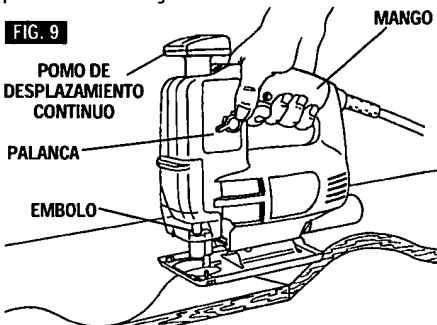

FIG. 9
Las sierras de desplazamiento continuo permiten una rotación de 360° de la hoja de sierra a fin de que los diseños complicados se puedan cortar con un esfuerzo mínimo. Para permitir la rotación del émbolo, gire la palanca, (Fig. 9), a fin de desbloquearlo. El émbolo de la sierra de desplazamiento continuo se puede fijar en (4) posiciones separadas 90°.
Al cortar con desplazamiento continuo manualmente, haga funcionar la sierra agarrando el mango con una mano y girando el pomo de desplazamiento continuo manualmente con la mano libre. Al cortar con desplazamiento continuo automático, haga funcionar la sierra guiándola en el sentido de corte ejerciendo presión sobre el mango únicamente (Fig. 9).